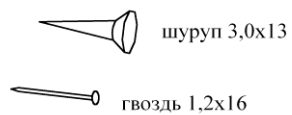

Рис. 3
3. На боковую стенку (2) установить монтажные планки петель с помощью комплектных винтов.
4. К перегородке (4) шурупами 3x20 с полукруглой головкой закрепить пружинные защёлки в соответствии с накладками (рис.3).
5. На внутренней стороне двери в отверстия вставить чашки петель и закрепить их шурупами 3,5x13. В верхней части двери закрепить планку пружинной защёлки MINI-LATCH шурупом 3,0x13 через овальное отверстие, после регулировки положения фасада, планка фиксируется гвоздем 1,2x16 через круглое отверстие (рис.3).
6. Установить подпятники на основание (10) (см. схему сборки).